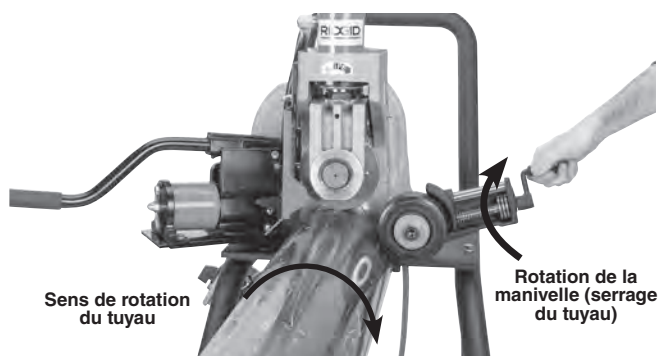

Figure 15 – Déport du tuyau de ½° (exagéré)
3. Tournez la manivelle du stabilisateur pour l'amener contre le tuyau. Ajoutez un tour de manivelle pour mettre sa roue en charge contre le tuyau (*Figure 15*). Ne pas passer votre main de l'autre côté du tuyau pour régler le stabilisateur.
4. Adoptez la position de travail appropriée (Figure 15) afin de mieux contrôler l'appareil et le tuyau.